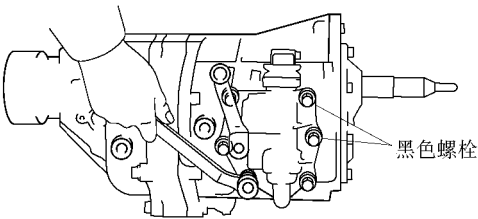

图 10-45 装上换挡杆轴壳体并拧紧螺栓
2) 将新垫片装到变速器外壳上，在除了两个黑色螺栓外将其螺栓的螺纹涂敷密封胶，装上换挡杆轴壳体并旋紧螺栓，如图 10-45 所示。